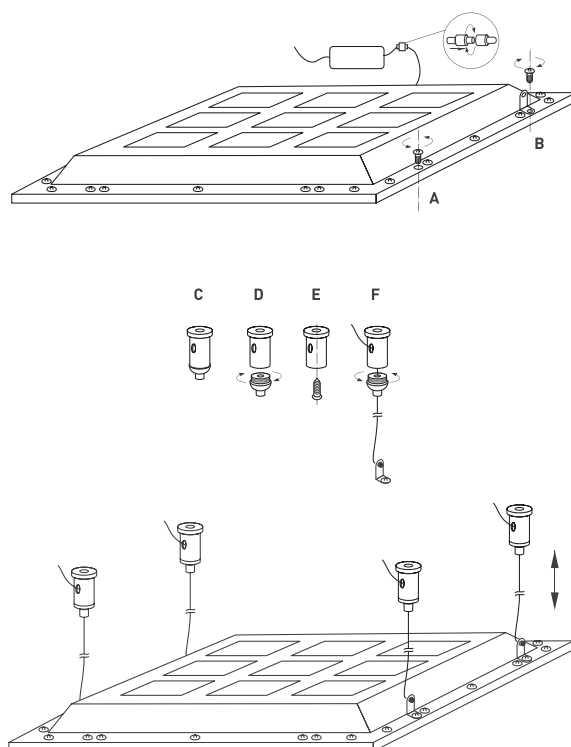

Рис. 3. Установка светильника подвесным способом
3.8. Если устранить неисправность не удалось, обесточьте светильник, демонтируйте его и свяжитесь с представителем торгового предприятия для обслуживания по гарантии. Дополнительно поставляемые аксессуары расширяют сферу применения светильника. SPX-T4 (арт. 029583) — набор для подвешивания панелей 600×600 мм. В комплекте 4 тросика с держателями, винты для крепления. Длина троса 1 м. Максимальная нагрузка 60 кг. Для установки подвесного комплекта (см. рис. 3) необходимо закрепить на светильнике 4 уголка, используя усиленные винты из комплекта поставки подвесного крепления. Проденьте в свободные отверстия уголков тросы до бобышек (рис. 3, поз. F).
Закрепите на поверхности потолка 4 цанговых держателя, для этого сам механизм цангового зажима необходимо предварительно вывернуть по резьбе из обоймы, как показано на рис. 3 (поз. С-Е). Прикрепите обоймы к потолку.
Для крепления используйте комплектные дюбели и шурупы (поз. Е, рис. 3). Проденьте трос в цанговый держатель на длину 30–50 мм, проденьте свободный конец троса в боковое отверстие обоймы и заверните в нее цанговый зажим с тросом (рис. 3, поз. F). Выполните эти операции для всех 4 подвесов. Отрегулируйте длину тросовых подвесов, для чего нажмите на выступ цангового зажима и плавно перемещайте трос.